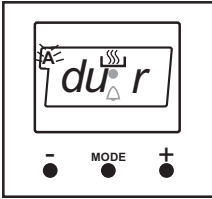

Figure 14
Appuyez sur le bouton MODE jusqu'à ce que "stop" apparaisse sur l'écran de la minuterie. Quand "stop" apparaît sur l'écran de la minuterie, le symbole (A) clignotera. Réglez le temps de cuisson en utilisant les boutons (+) et (-) tant que la minuterie est sur cette position. Un certain temps après le réglage, l'heure apparaîtra sur l'écran et les symboles (A) et  resteront allumés sur l'écran (Figure 14).